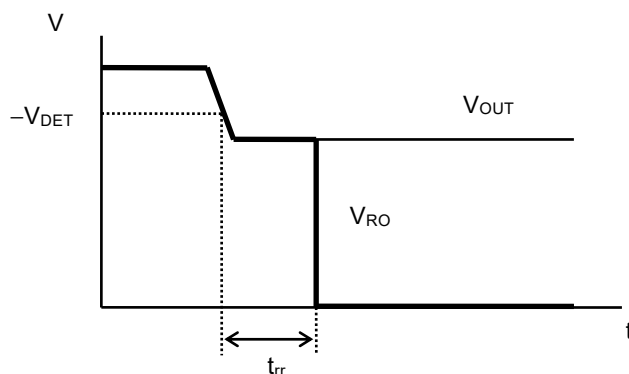

図6 リセット反応時間
*4. V_{OUT} が $-V_{DET}$ を下回ってから実際にRO端子の出力が反転するまでの時間 (図6参照)。 V_{OUT} が $V_{OUT(S)} \rightarrow -V_{DET}$ に変化してから V_{RO} が $V_{OUT} / 2$ に達するまでの期間を表します。